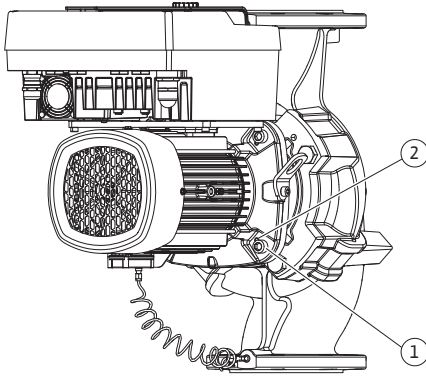

Fig. 10: Expulsión del juego de introducción mediante los taladros roscados
5. Expulse el juego de introducción (véase la Fig. 4) de la carcasa de la bomba. Para ello, utilice los 2 taladros roscados (véase la Fig. 10). Para aflojar el asiento, enrosque tornillos M10 con la longitud adecuada en los taladros roscados.
6. Expulse el juego de introducción (véase la Fig. 4) de la carcasa de la bomba. Para ello, utilice los 2 taladros roscados (véase la Fig. 10). Para aflojar el asiento, enrosque tornillos M10 con la longitud adecuada en los taladros roscados.